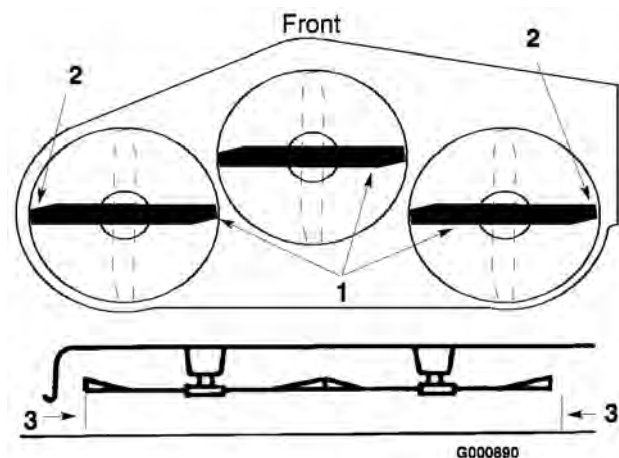

Figure 45
4. Avec précaution, tournez les lames pour qu'elles soient parallèles dans le sens transversal (Figure 45). Mesurez la distance entre les tranchants extérieurs et le sol plat (Figure 45). Si les deux mesures diffèrent de plus de 4,75 mm, un réglage s'impose, comme expliqué aux points 5 et 6.